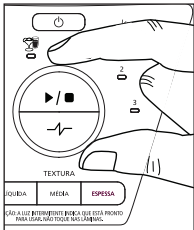

Fig. 20
2. Gire o botão para selecionar o programa automático apropriado para sua receita (Fig. 20).